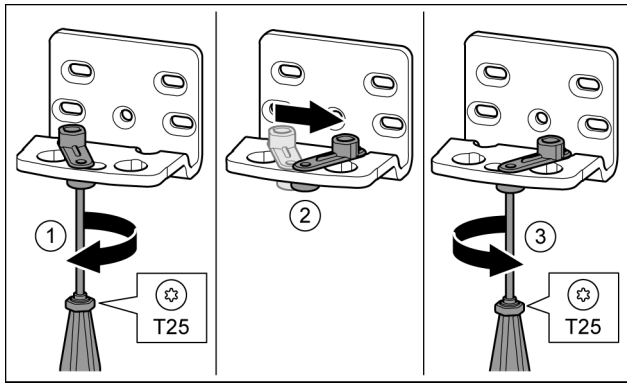

Fig. 16 *
- ▶ 用 T25 螺丝刀拧松螺钉。 Fig. 16 (1)*
- ▶ 将关门辅助装置提起并向右 90° 转入钻孔。 Fig. 16 (2)*
- ▶ 用 T25 螺丝刀拧紧螺钉。 Fig. 16 (3)*